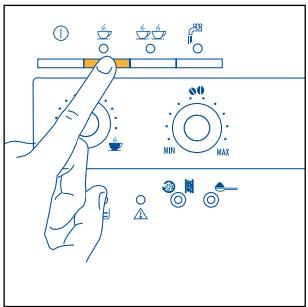
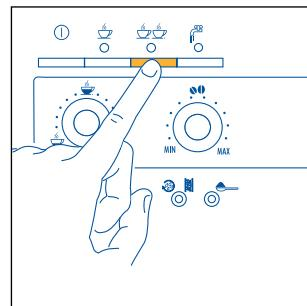

Рис. 12
Рис. 13
- 5) Нажмите кнопку  рис. 12, если вы готовите 1 кофе или кнопку  , рис. 13, если готовите 2 чашки кофе. После этого кофеварка помелит зерна кофе, выполнит короткую подачу кофе, паузу и полностью выпьет кофе в чашку.
ПРИМЕЧАНИЕ 4: в то время, когда кофеварка готовит кофе, выливание может быть остановлено в любой момент нажатием кнопки  , рис. 12, или  рис. 13, нажатой ранее.
ПРИМЕЧАНИЕ 5: как только подача кофе закончится, если вы хотите увеличить количество кофе, достаточно удерживать кнопку  , рис. 12 или  рис. 13, нажатую ранее до получения требуемого количества (эта операция может быть проведена только в том случае, если выполняется в течение 3 секунд после завершения выливания кофе из носиков).